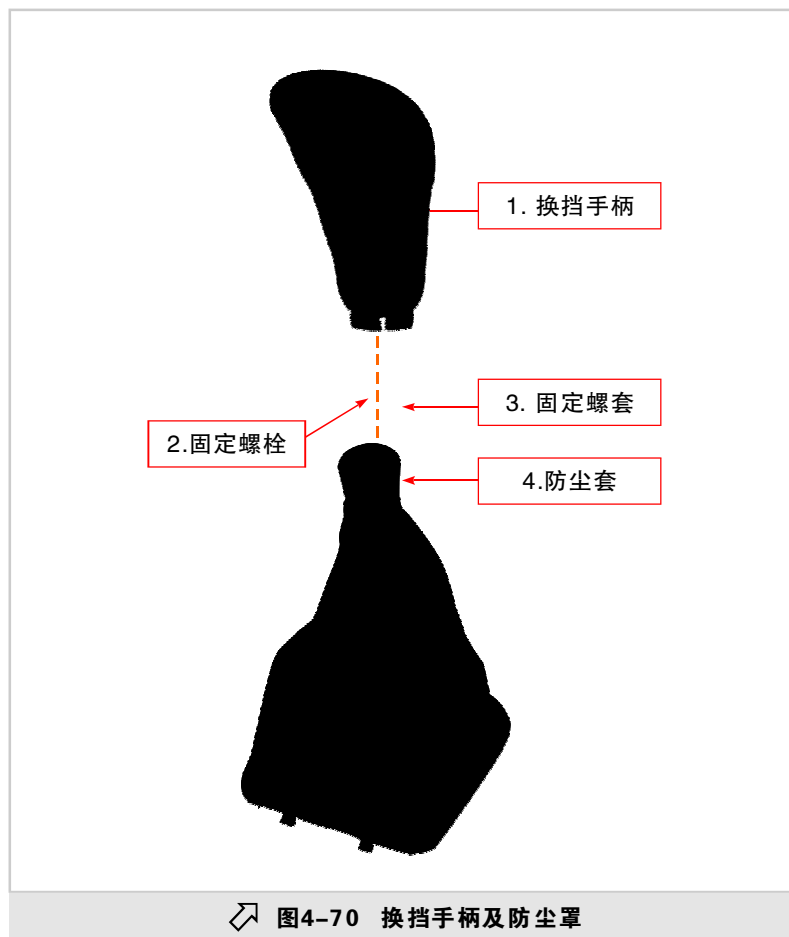

图4-69 换挡操纵装置的安装位置
见图4-69所示。
- (1) 按图4-69所示，拆下手动换挡器总成与车身底板连接螺栓；